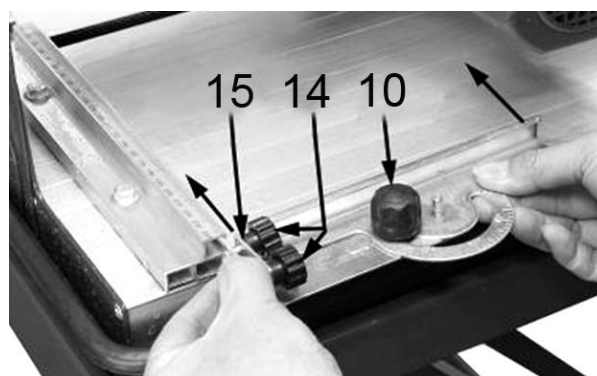

Рис. 4
Установка и регулировка направляющих упоров (См. Рис.4)
- С помощью фиксаторов (14) отрегулируйте и закрепите положение направляющего упора в блоке (15)(См. Рис.4).
- Закрепите рейку фиксатором (10)(См. Рис.4).